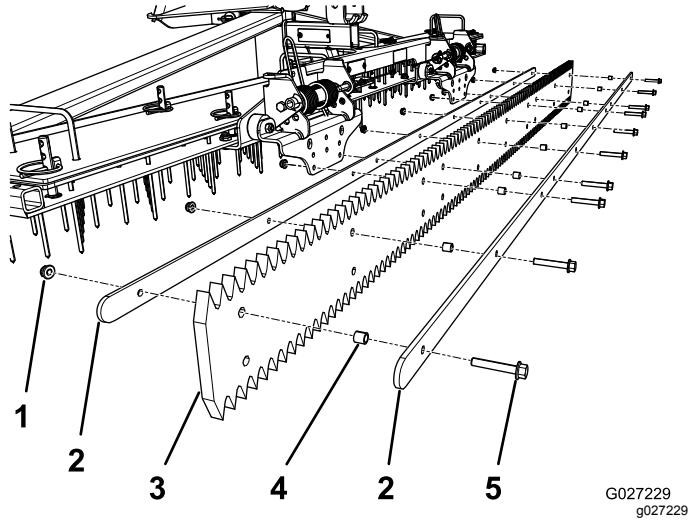

図12
1. サポートストラップをゴム製コテに固定しているボルト10本とナット10個を取り外す図12。